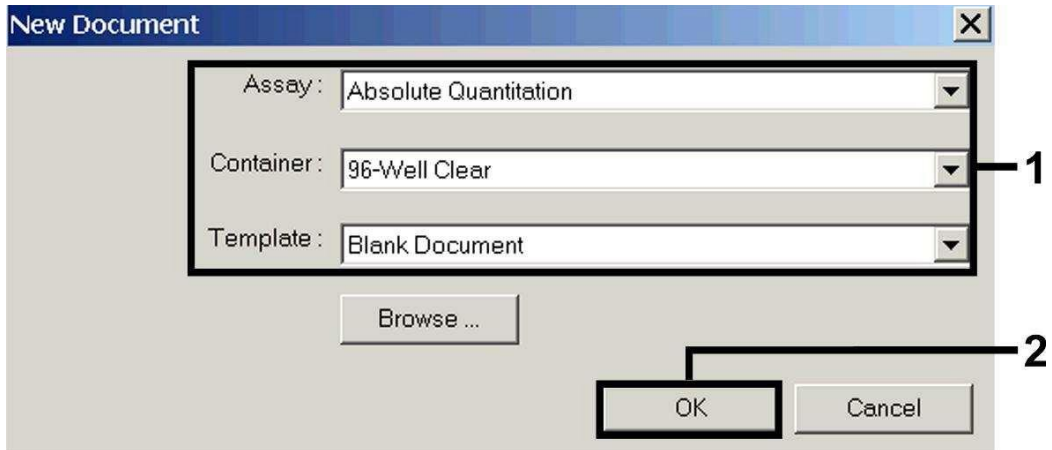

Fig. 3 : Paramétrages lors de la création d'un nouvel essai PCR (*New Document*).
Dans le cas de l'ABI PRISM 7000 SDS, sélectionner la commande *New* du menu *File* et définir les paramètres de base suivants pour le nouveau document (voir Fig. 3). Un modèle préalablement enregistré (*SDS Template* [\*.sdt]) se trouve dans la liste *Template* ou peut être sélectionné à l'aide de la fonction *Browse* (voir 8.5.1.5 Enregistrement de l'essai PCR). Confirmer les indications (OK).